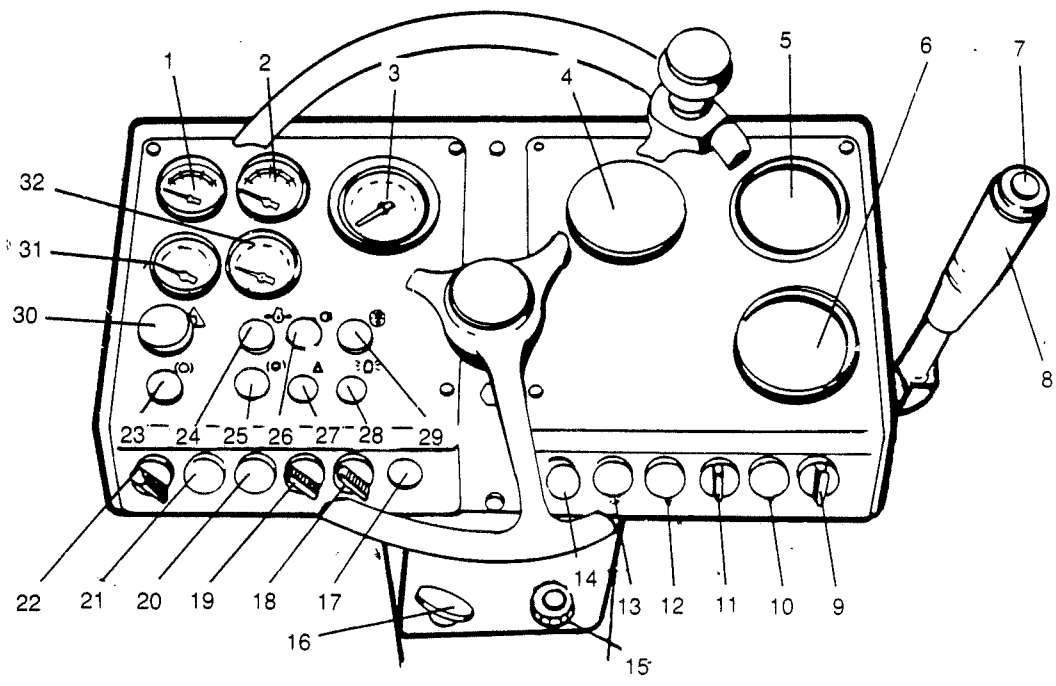

Fig. 1
3. Poner el mando de velocidad (9), fig. 1, en la posición deseada.